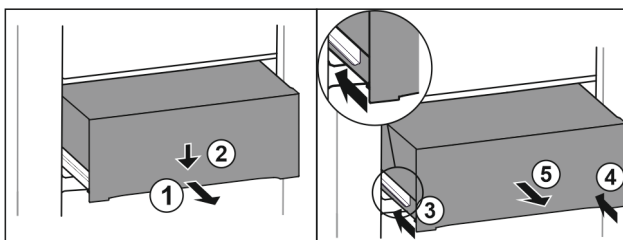

Fig. 146
- ▶ Estrarre il cassetto a metà. Fig. 146 (1)
- ▶ Premere il cassetto sul lato anteriore verso il basso. Fig. 146 (2)
- ▶ Spingere la guida sinistra di circa 2 cm verso l'interno. Fig. 146 (3)
- ▶ Spingere la guida destra di circa 2 cm verso l'interno. Fig. 146 (4)
- ▶ Rimuovere il cassetto tirandolo in avanti. Fig. 146 (5)